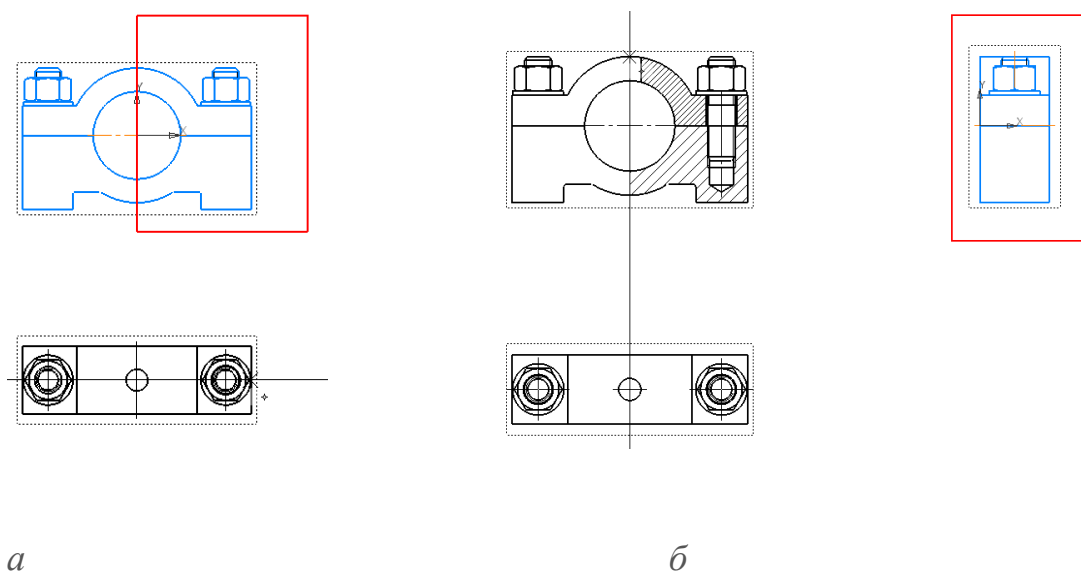
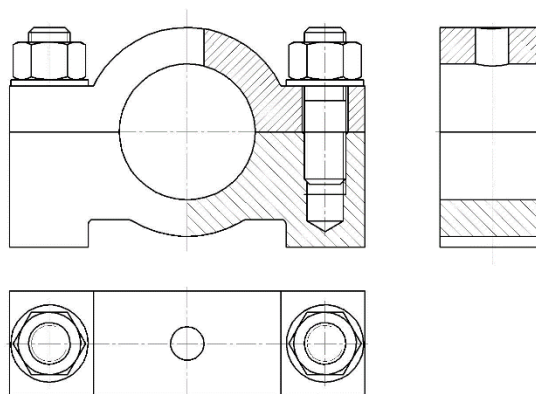

Рис. 7 Определение областей разрезов и положения секущих плоскостей для: *a* – фронтального, *б* – профильного разрезов
Рис. 8 Результаты выполнения команды «Местный разрез»
Изображение, на месте которого должен быть выполнен разрез, должно быть активным (основная линия подсвечена синим). Для построения фронтального разреза вид Спереди сделать активным. Используя геометрический примитив прямоугольник по двум точкам из панели «Геометрия», выделить на виде Спереди половину вида (рис. 7, а).
- **Черчение – Виды – Местный разрез.** Параметры команды Местный разрез: граница – замкнутая линия, ограничивающая местный разрез; секущая плоскость – в графической области чертежа появляется фантом следа секущей плоскости, представляющий собой прямую линию, которая задает положение секущей плоскости (см. рис. 7, а).
Для построения профильного разреза выполнить аналогичные построения (см. рис. 7, *б*). На рис. 8 представлены результаты выполнения команды «Местный разрез».